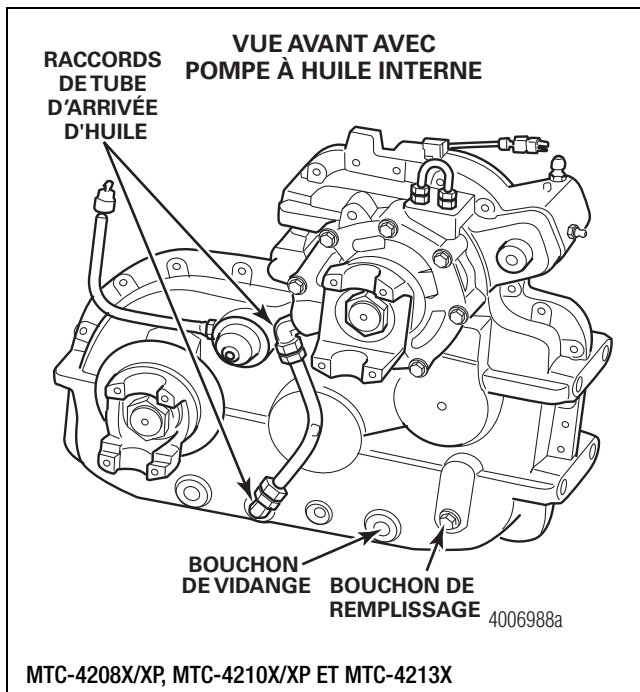

Figure 4.10
1. Si la boîte de transfert est pourvue d'une pompe à huile interne, retirer le tube d'arrivée d'huile de la boîte de transfert en desserrant les raccords situés en partie inférieure du carter avant et sur le logement du roulement de l'arbre d'entrée. Figure 4.10.